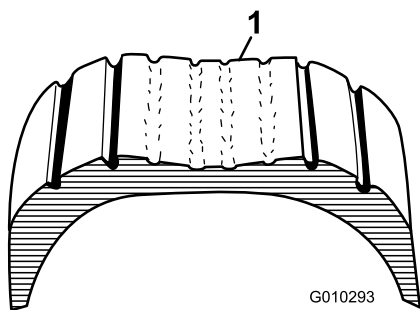

Figura 15
1. Inspeccione visualmente los neumáticos en busca de daños y desgaste (Figura 14 y Figura 15).